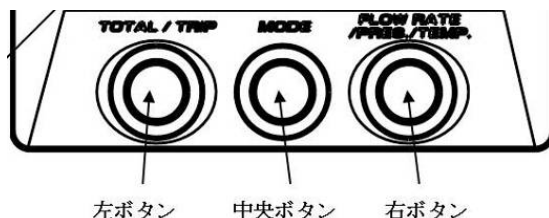

図8-1. ボタン配置
- 3) 「左ボタン」、「中央ボタン」、「右ボタン」の配置は、図8-1.を参照してください。